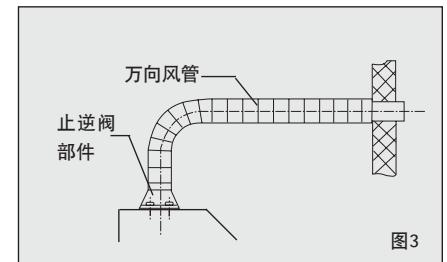

图3
- 2、将万向风管插入止逆阀座的槽内，并用2只ST3X8的十字槽盘头螺钉紧固于止逆阀部件上（如图3）。
- 3、将万向风管按图3所示引出室外或排烟通道。